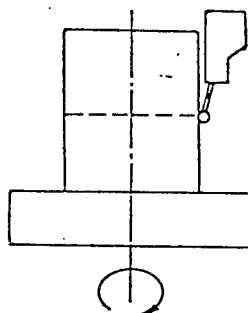

図5-14
① 測定準備
- (1) 測定物をテーブル上に取付ける。
- (2) 真円度測定の場合は図5-14のように測定円周の位置を決める。
- (3) 測定する各円周の偏心（平面度・平行度では測定物の傾き）による測定部の検出出力モニタータの指針の振れがほとんど無くなるように、センタリング・チルチング調整を行う。